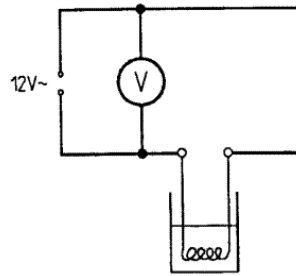

Abb. 1
- Soll die Spannung an der Heizwendel auch gemessen werden, so muss dies im Anschluss an die Versuchsdurchführung und bei angeschlossener Heizwendel geschehen (Abb. 1, sonstige Lehrerinformationen 5/5). Die Heizwendel muss dabei in Wasser eintauchen! Der so gemessene Wert entspricht aber nicht exakt der während der Versuchsdurchführung tatsächlich an der Heizwendel anliegenden Spannung, da der Spannungsabfall am Strommesser ca. 0,2 V beträgt.